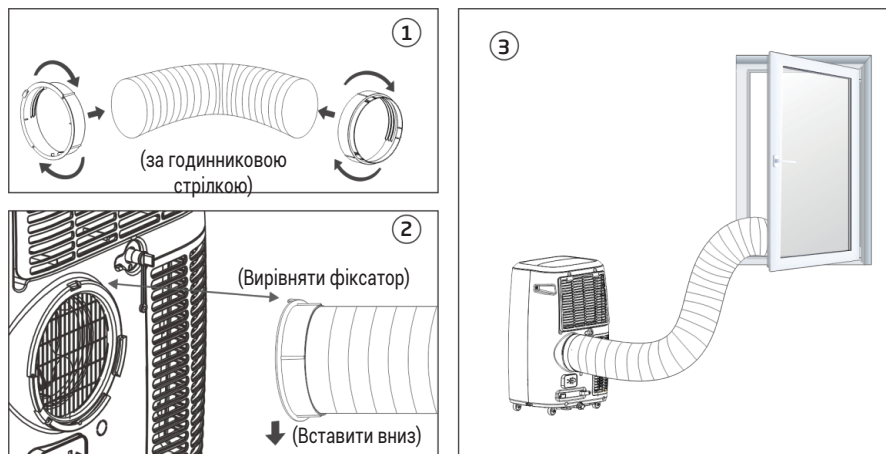

Рис. 9
2. Вставте квадратний фіксатор у отвори ззаду кондиціонера (див. Рис. 9).